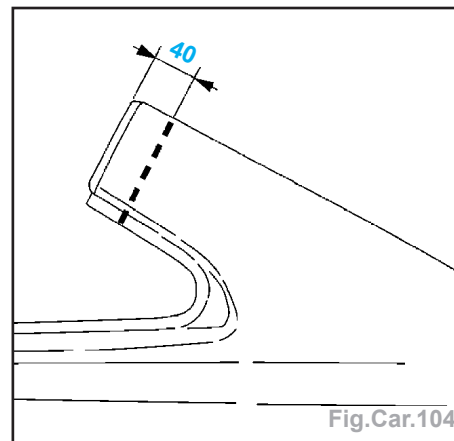

Fig.Car.104
- Tracer, puis découper à l'aide d'une meule épaisseur 1 mm (Coupe définitive) (Fig. Car.104).